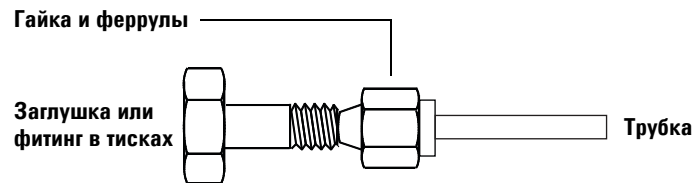

Рис. 9 Сборка фитинга
- 3 Вставьте трубку в заглушку из нержавеющей стали (Рис. 9).